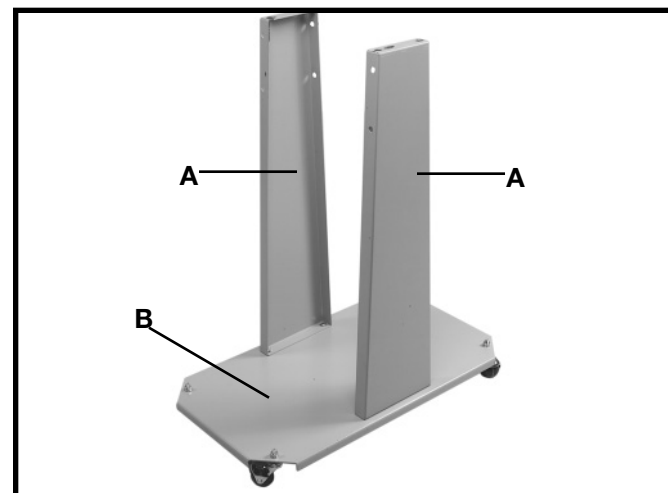

Fig. 7
7. En la Fig. 7 se muestran ambos soportes laterales acoplados a la base.